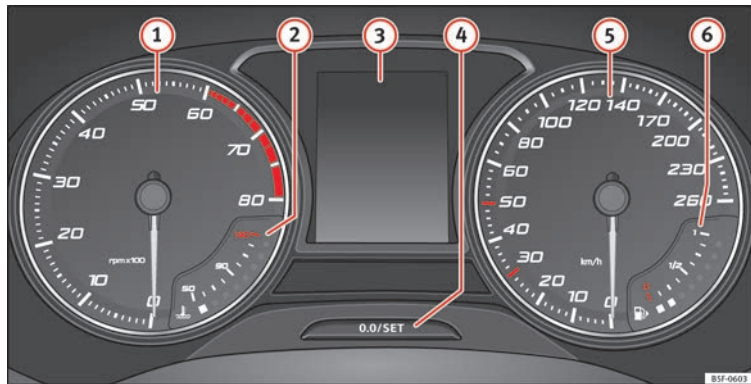

Fig. 122 Quadro strumenti nel cruscotto.
Spiegazioni sugli strumenti » fig. 122:
Il contagiri indica il numero di giri del motore al minuto » **fig. 122 ①**.
La lancetta del contagiri » **fig. 122 ①** dovrebbe rimanere il meno possibile nel settore rosso, altrimenti si rischia di danneggiare il motore.
All'accensione del quadro strumenti, sul display » **fig. 122 ③** vengono visualizzate informazioni differenti, a seconda dell'equipaggiamento del veicolo:
- Premere brevemente il pulsante **» fig. 122**  per riportare il contachilometri parziale a 0.
- Per regolare l'orologio, mantenere premuto il pulsante **» fig. 122**  per più di 3 secondi per selezionare l'indicatore delle ore o dei minuti.
Mantenere premuto il pulsante **» fig. 122**  per più di 15 secondi per visualizzare la sigla **»**